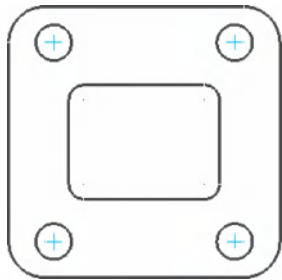

图 10-21 选中 4 个通孔圆心
1) 选择【刀路】/【钻孔】命令，系统弹出【刀路孔定义】对话框，在绘图区通过右键选择【俯视图】单选按钮 ，选择 4 个通孔圆心，如图 10-21 所示，单击【确定】按钮 .